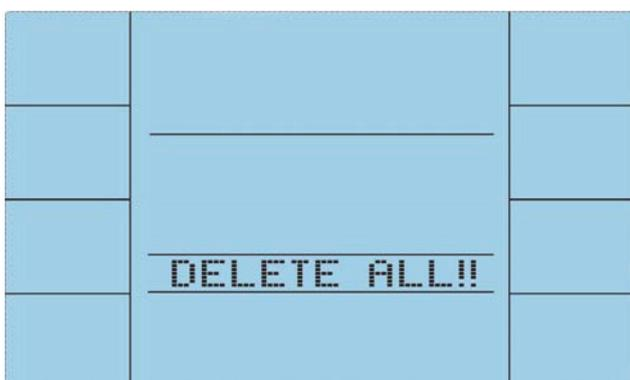

Fig. 59
3. Eliminar todos los datos: pulse SAVE/DELETE durante seis segundos en la entrada del calendario o el control RECORDED DATA. Se muestra DELETE ALL! (fig. 59). Pulse ENTER para confirmar.